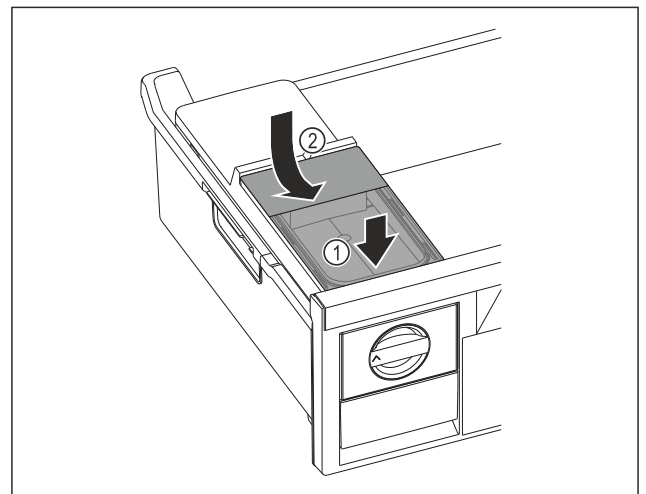

Fig. 40
- ▶ Помістити бак для води спереду. Fig. 40 (1)
- ▶ Опустити бак для води ззаду. Fig. 40 (2)